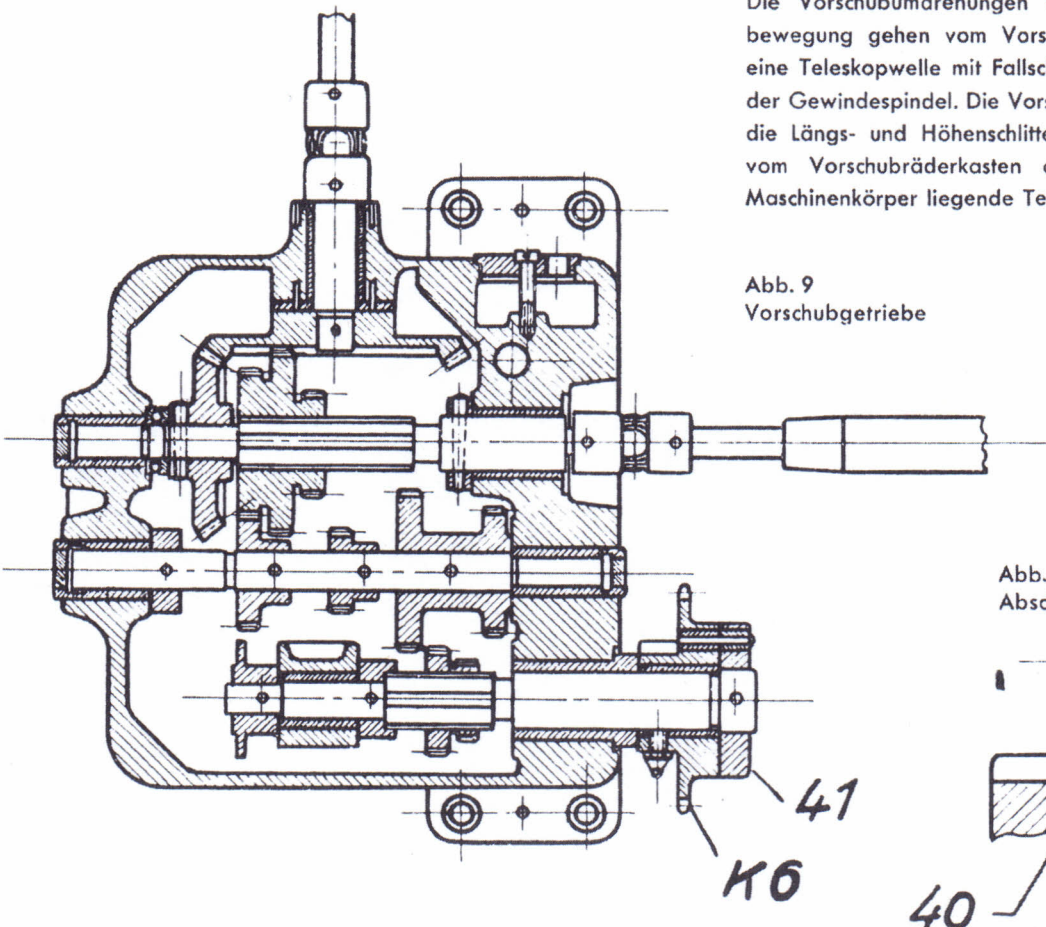

Abb. 9
d) Vorschubgetriebe (hierzu Abb. 9)